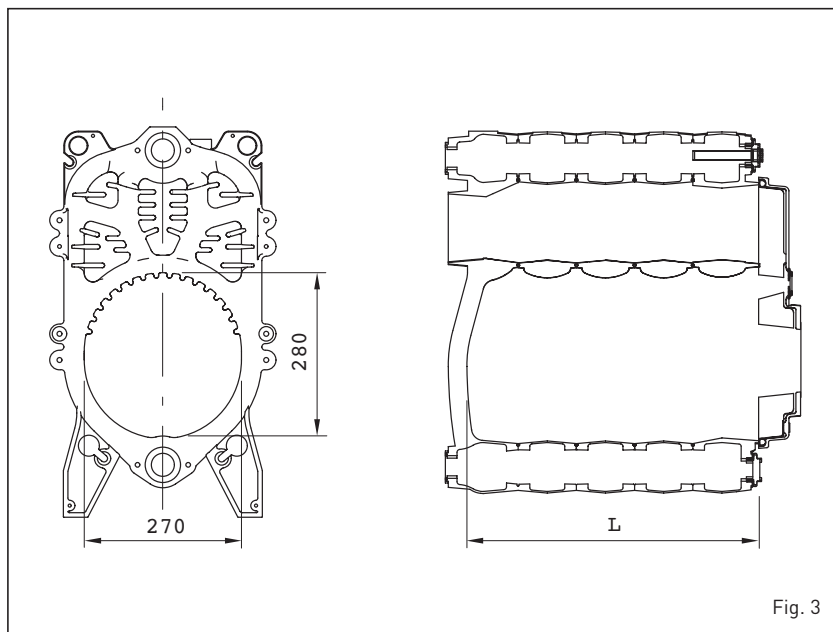

Fig. 3
1.6 VERBRANDINGSKAMER (fig. 3)
De verbrandingskamer is van het type met rechtstreekse doorlaat en voldoet aan de norm EN 303-3 bijlage E. De afmetingen staan aangegeven op fig. 3.